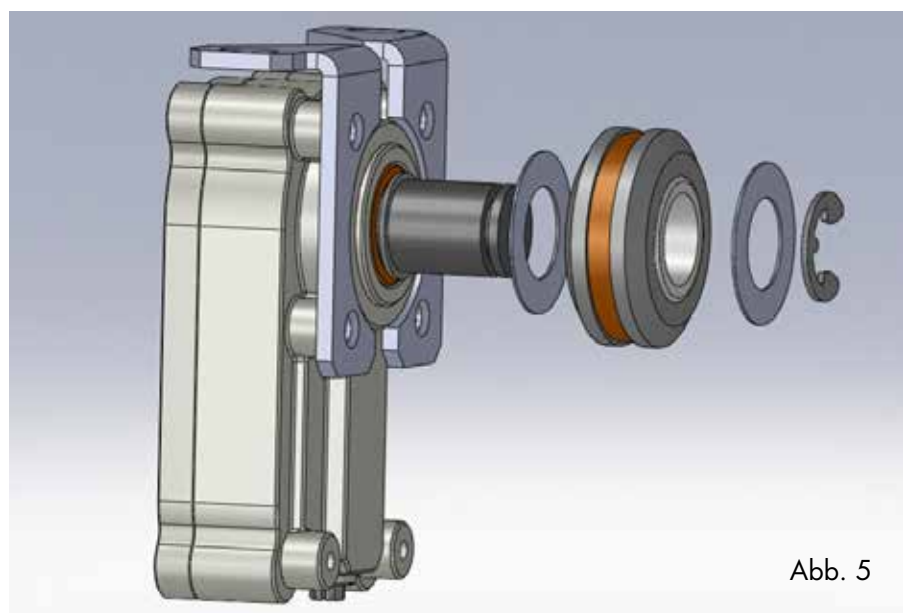

Abb. 5
- Nach Festlegung der Dämpfungsrichtung (= Drehrichtung des Dämpfers beim Schließvorgang) die Seilscheibe gemäß nachstehender Abbildung 5 auf der Achse des Radialdämpfers befestigen. Hierzu die Abbildungen 2a und 2b berücksichtigen.